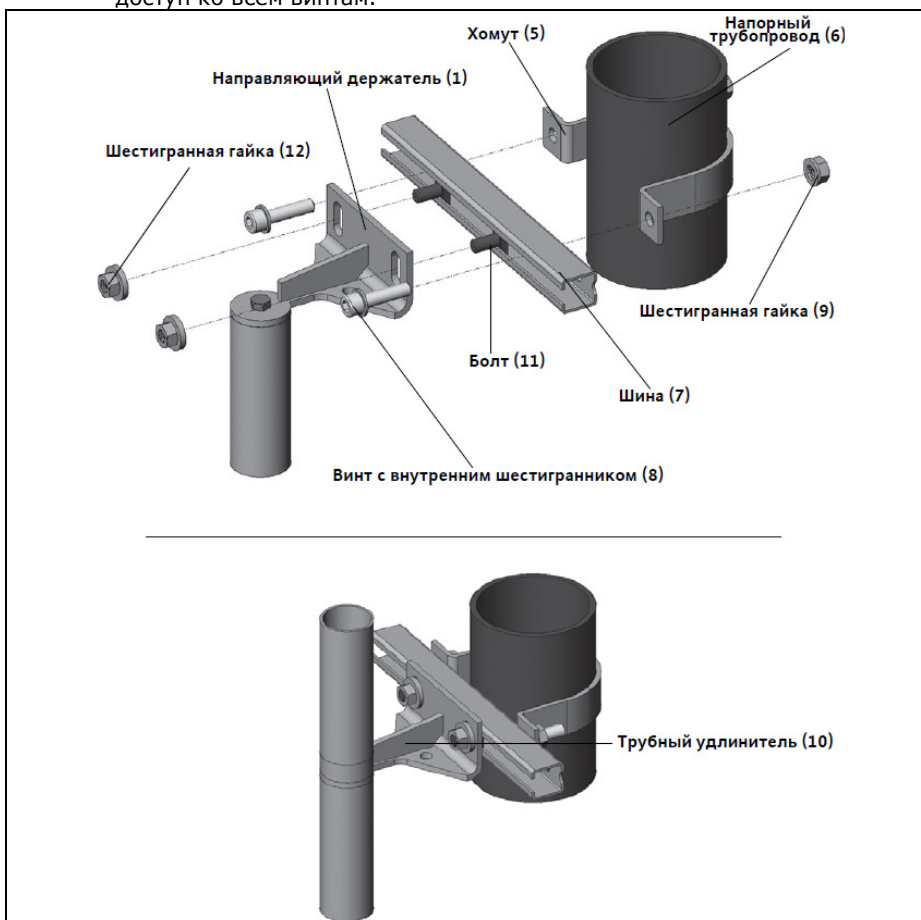

Рис. I-3: Монтаж направляющего держателя при креплении на трубе
Трубный удлинитель (рис. I-3) идентичен направляющему держателю, но имеет два крепления для верхних и нижних направляющих. Для устройств погружного монтажа типов R2, DN36 и DN50 с 1 трубной направляющей отсутствует шина (7).